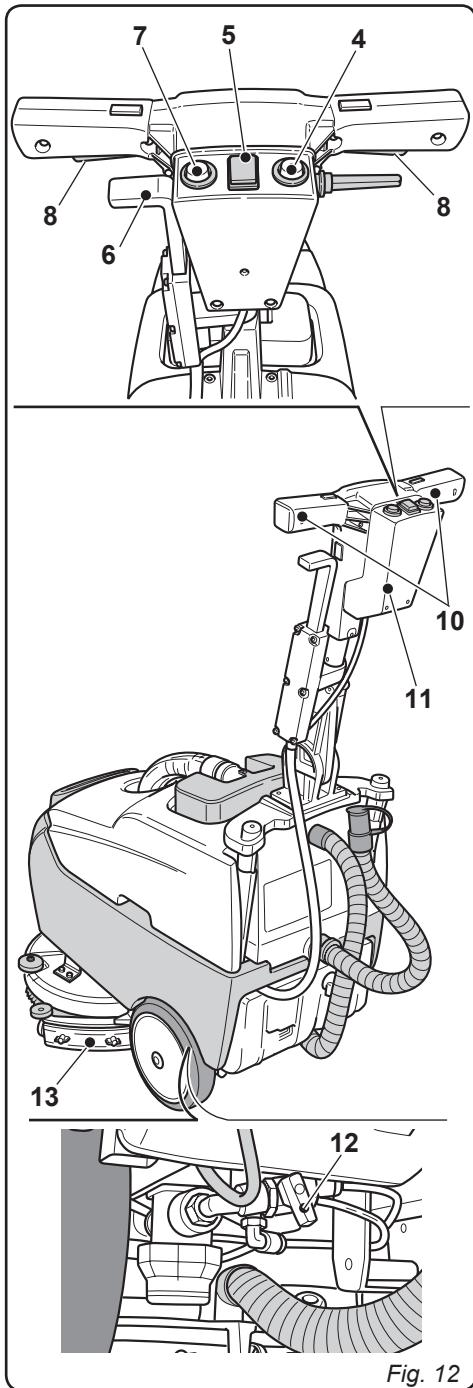

Fig. 12
9.1.e - Allarmi durante il funzionamento (Fig. 12/a).
9.1.f - Contaore (Fig. 12/a).